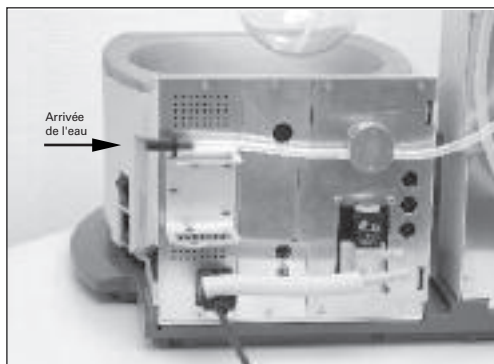
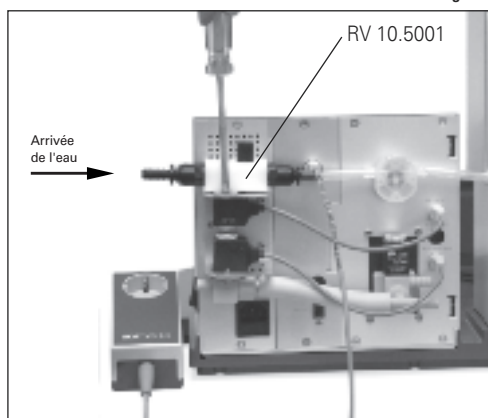

Fig. 16a
Fig. 16b
- Reliez l'arrivée d'eau à votre alimentation en eau (fig. 16a ; fig. 16b avec la vanne d'étranglement d'eau optionnelle RV 10 5001). Tenez compte des caractéristiques techniques sur l'alimentation en eau. La vanne d'étranglement d'eau RV 10 5001 n'est pas indiquée pour un fonctionnement sur le refroidisseur, car le débit s'en trouve trop réduit.